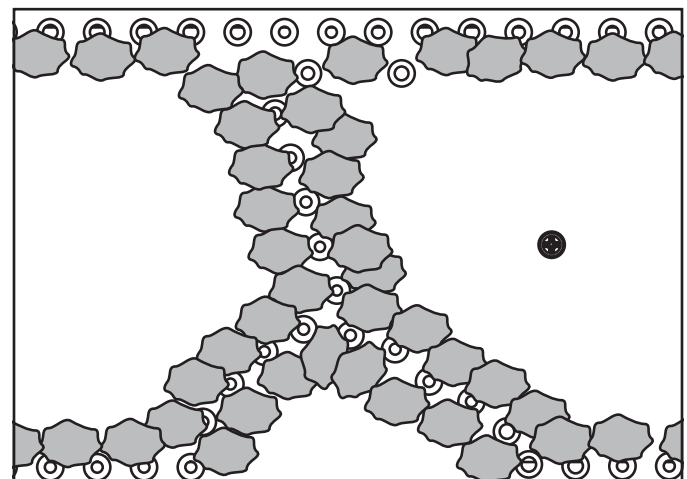

Figura 14.10 Hoyos traslapados con brasas (gas PL solamente)
- Sólo gas PL:** Utilice trozos de brasas Glowing Embers® (del tamaño de una moneda de diez centavos) para traslapar los hoyos (consulte la Figura 14.10). El traslapo creado por las brasas ayudará a combinar las llamas.